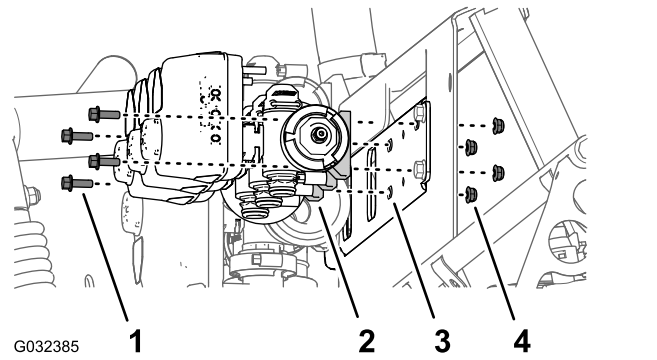

Bild 60
2. Entfernen Sie die zwei Bundkopfschrauben (1/4" x 3/4") und die zwei Sicherungsmuttern (1/4"), mit denen das linke Auslegerabschnittventil an der Verteilerbefestigung befestigt ist (**Bild 60**).
3. Nehmen Sie die Auslegerabschnittventile aus der Verteilerbefestigung und legen Sie die Ventile zur Seite (**Bild 60**).
1. Entfernen Sie die zwei Bundkopfschrauben (1/4" x 3/4") und die zwei Sicherungsmuttern (1/4"), mit denen das rechte Auslegerabschnittventil an der Verteilerbefestigung befestigt ist (**Bild 60**).